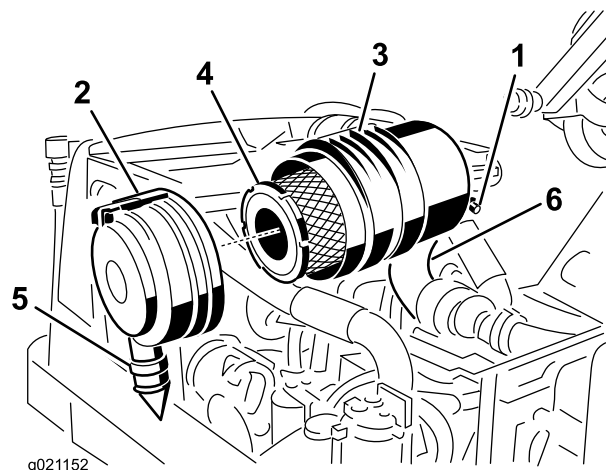
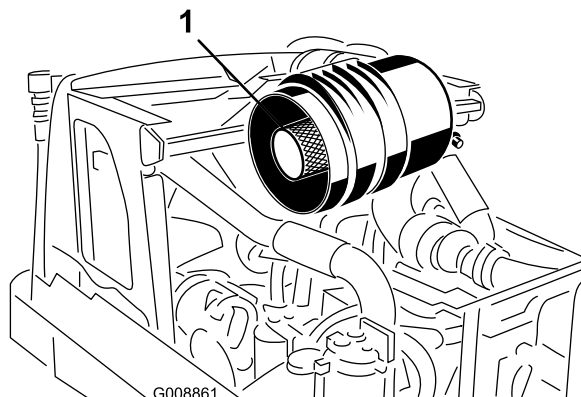

図 59
図 60
1. ラッチを引いて外し、カバーを左にひねってボディからはずす（図 59）。
2. 主フィルタを外す（図 59）。エレメントを洗って再使用しないこと。洗浄によってフィルタの濾紙を破損させる恐れがある。新しいフィルタに傷がついていないかを点検する。特にフィルタとボディの密着部に注意する。破損しているフィルタは使用しない。安全フィルタは外さないこと（図 60）。
重要 安全フィルタ（図 60）は絶対に洗わないでください。安全フィルタは、1次フィルタの3度目の整備時に新品に交換します。
3. 主フィルタを交換する（図 59）。
6. ゴム製のアウトレットバルブ（図 59）が下向